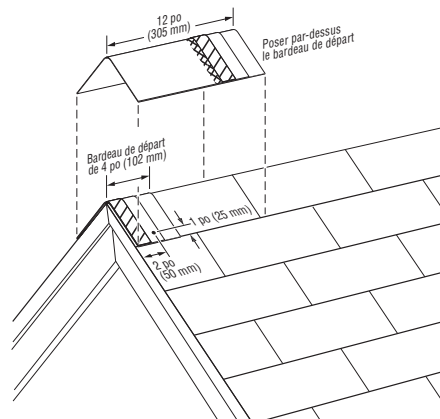
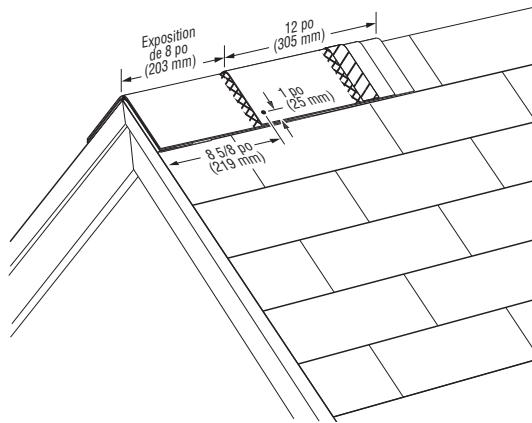

Figure 14-20 : Poser un bardeau de faîte entier par-dessus le bardeau de départ.
Figure 14-21 : Poser les bardeaux de toiture en laissant une exposition de 8 po (203 mm) et planter un clou de chaque côté de la façon indiquée.
**IMPORTANT :** Fixer chaque bardeau au moyen de DEUX clous. Les clous doivent avoir au moins 1 3/4 po (45 mm) de longueur. Pour le bardeau de départ, planter les clous à 1 po (25 mm) de chacun des côtés et à environ 2 po (50 mm) en haut du bord d'aboutement exposé, en s'assurant que le clou pénètre de 3/4 po (19 mm) dans la dalle ou qu'il la traverse (voir figure 14-20). Pour chaque bardeau Cedar Crest entier, positionner les clous à 8 5/8 po (220 mm) en haut du bord d'aboutement exposé et à 1 po (25 mm) de chacun des côtés (voir figure 14-21).
Poser les bardeaux ordinaires jusqu'à l'arête ou le faîte des deux côtés du toit et les tailler à égalité. S'assurer que les bardeaux Cedar Crest® couvriront adéquatement le dernier rang de bardeaux des deux côtés de l'arête ou du faîte. Préparer un bardeau de départ de 4 po (100 mm) en retranchant une section de 8 po (203 mm) de la partie inférieure à granules colorées d'un bardeau Cedar Crest. Poser la pièce de départ de 4 po (100 mm) avec la section superposée relevée par-dessus le coin inférieur de l'arête ou sur un bout ou l'autre du faîte, en surplombant le coin ou le bout d'environ 1/2 po (13 mm) et en pliant le bardeau de départ le long de la ligne centrale pour le former en position (voir figure 14-20). Planter un clou de chaque côté à environ 2 po (50 mm) en haut du bord exposé du bardeau de départ et à 1 po (25 mm) de chacun des côtés du bardeau. Poser ensuite un bardeau entier de 12 po x 12 po (305 mm x 305 mm) par-dessus la pièce de départ, en pliant le bardeau le long de la ligne centrale et en le formant en position par-dessus l'arête ou le faîte, à égalité avec le bas et les côtés du bardeau de départ. Fixer le bardeau entier au moyen de
deux clous d'au moins 1 3/4 po (45 mm) de longueur, un clou de chaque côté du bardeau à 8 5/8 po (220 mm) du bord d'aboutement et à 1 po (25 mm) de chacun des côtés (voir figure 14-21).
Continuer à poser les bardeaux Cedar Crest le long de l'arête ou du faîte, en formant chaque bardeau par-dessus l'arête ou le faîte et en le clouant de la façon indiquée dans la section Fixation. Laisser une exposition de 8 po (203 mm) et recouvrir tous les clous (voir figure 14-21).